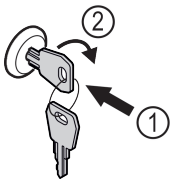

Fig. 90 Immagine a titolo di esempio
- Inserire la chiave Fig. 90 (1).
- Ruotare la chiave di 90° in senso orario Fig. 90 (2).